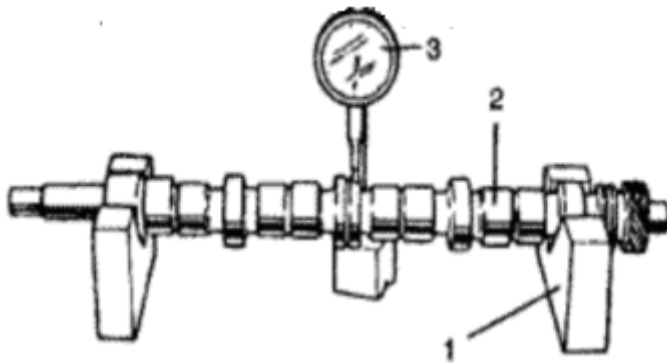

图 3-50 检查凸轮轴的弯曲变形
4、检查凸轮轴的弯曲变形。将V形铁置于平板上，将凸轮轴置于V形铁上，如图3-50所示使用百分表测量凸轮轴中间支承的径向圆跳动。轻轻地回转凸轮轴一周，百分表指针的读数差即为凸轮轴的径向圆跳动值。若测量值超过极限值，则应进行冷压校正或更换凸轮轴。凸轮轴校直后，其径向圆跳动应不大于规定值。